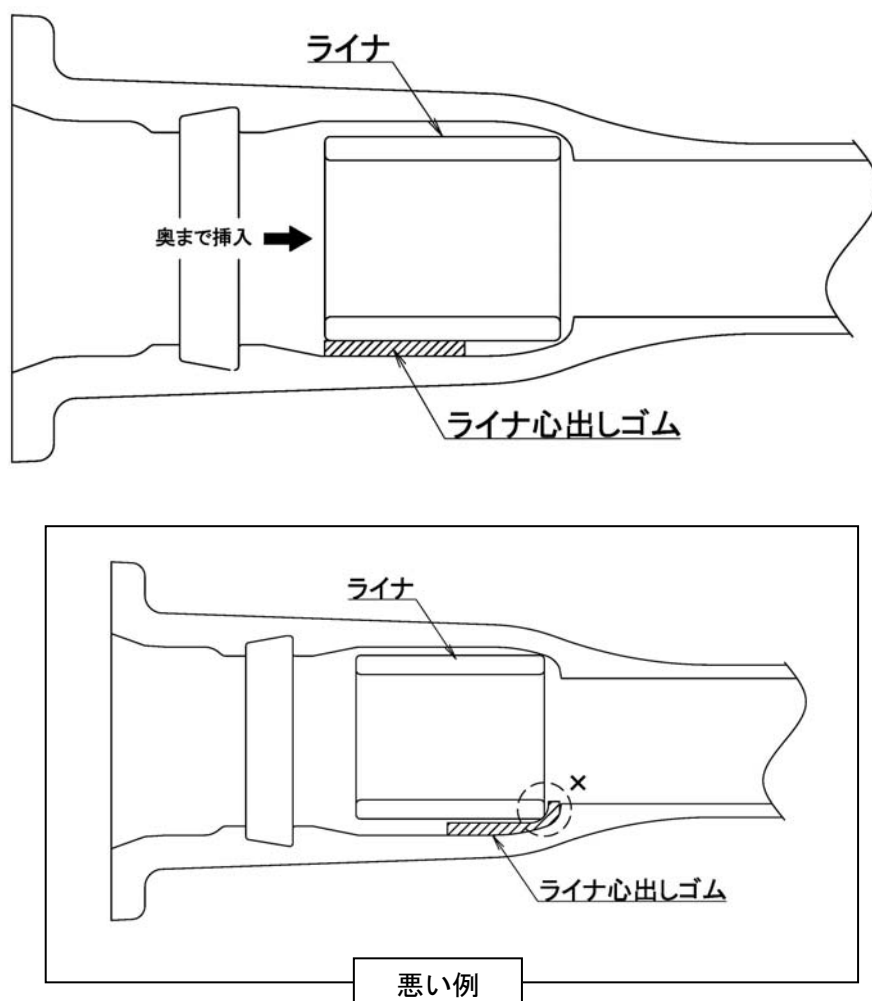

図 28 ライナのセット
- (1) 図 28 に示すように、ライナをまっすぐに受口の奥に当たるまで挿入する。この時、ライナ心出しゴムが奥に入り込んでライナの挿入を妨げないように注意する。なお、ライナの挿入向きは、どちらでも構わない。